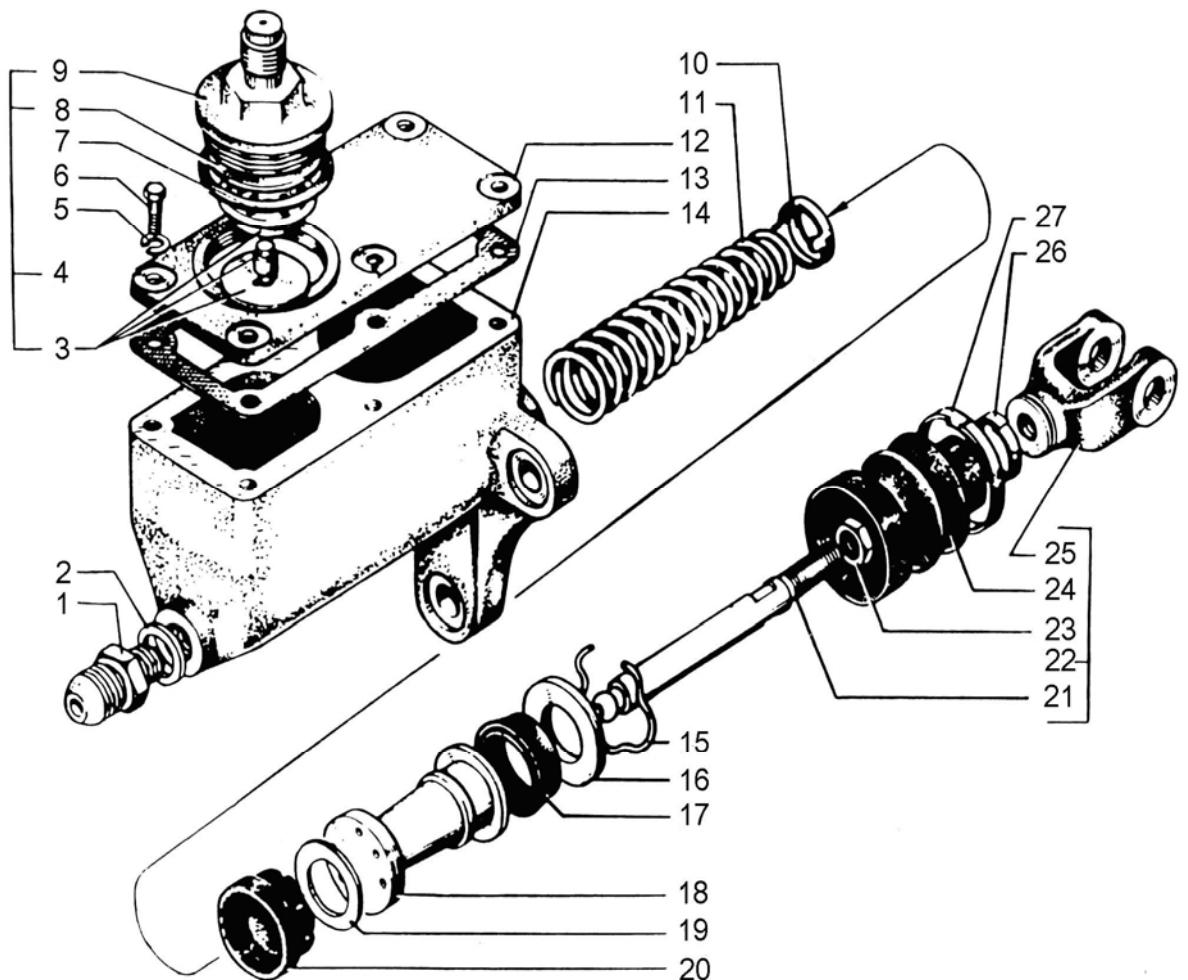

Рис. 5. Главный цилиндр выключения сцепления:
- взять из ЗИПа шланг для накачивания шин и подсоединить один его конец к наконечнику пробки 9 (рис.5), а второй – к клапану контрольного вывода 8 (рис.70);
2. Снять малое стяжное кольцо защитного колпака 24 (рис.5), снять защитный колпак, удерживая толкатель 22 поршня от проворачивания за лыски ключом. Отвернуть контргайку 23, вилку 25 толкателя и снять вилку.
- отвернуть пробку 9 (рис.5) и заполнить картер свежей тормозной жидкостью, в соответствии с химмотологической картой, после чего пробку 9 завернуть;
- подсоединить шланг для накачивания шин, одним концом на резьбовой конец пробки 9 (рис.5), а вторым – к клапану контрольного вывода;
- создать в полости цилиндра 14 (рис.5) давление сжатого воздуха в пределах 0,3 - 0,6 МПа ($3 - 6 \text{ кгс}/\text{см}^2$);
9. Долить жидкость в главный цилиндр до уровня на 15 - 20 мм ниже кромки наливного отверстия и плотно завернуть пробку 9 (рис.5).